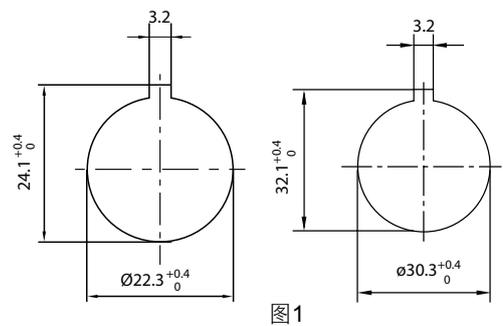

图1
- 如果面板开孔为：（图1）
注：厂方建议按（图1）尺寸开孔，以防止由于不正当安装导致按钮整体转动。